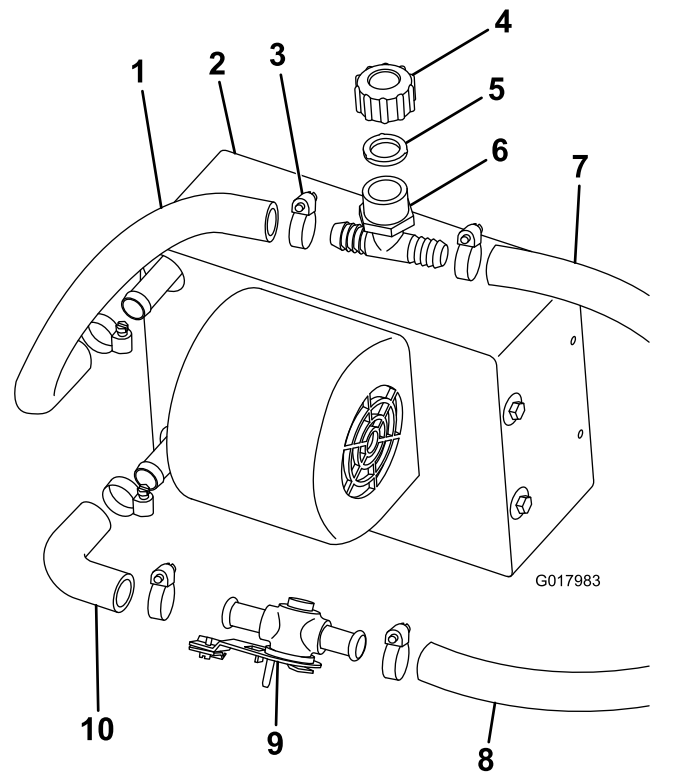

Bild 2
1. Befestigen Sie den Krümmerschlauch lose mit einer Schlauchklemme am unteren Anschlussstück der Heizung (**Bild 2**).
2. Schließen Sie das Heizungsventil mit einer Schlauchklemme am Krümmerschlauch an (**Bild 2**).
3. Schneiden Sie ein 31 cm langes Schlauchstück (5/8") und befestigen Sie es mit einer Schlauchklemme am oberen Anschlussstück der Heizung (**Bild 2**).
4. Befestigen Sie das weiße Füll-T-Stück, die Dichtung und den Deckel mit einer Schlauchklemme am oberen Heizungsschlauch (**Bild 2**).